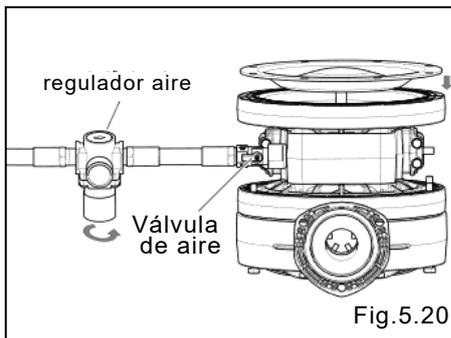

Fig.5.20
- Pulse el botón de reestablecido y abra gradualmente el paso del aire hasta llegar a un poco menos de 14 PSI (1 Bar). El diafragma se retirará lentamente. (Si el diafragma no se mueve a 14 PSI, cierre el aire y revise el proceso de ensamble, para verificar algún error en el mismo) (Fig.5.20)